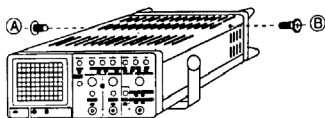

figure 3
- Oter le couvercle supérieur : enlever les 2 vis situées à l'arrière de l'appareil tenant le couvercle aux flancs (figure 3).